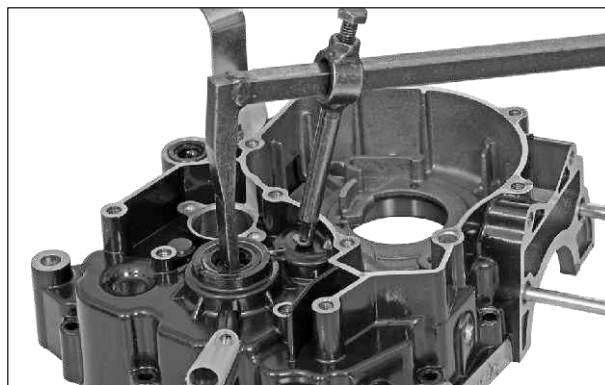

Fig. 3.143
- Con ayuda de la herramienta especializada, puede retirar los retenedores de aceite. (Fig. 3.143)